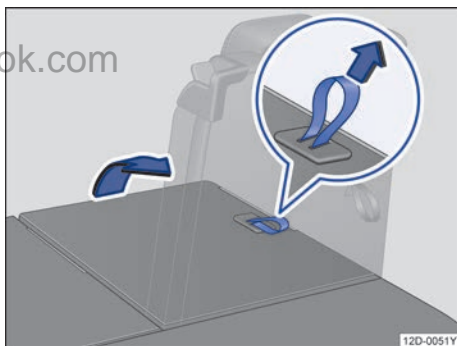

图 71 第三排座椅：翻回后座椅
- 拉起后座椅靠背上→图 71 的锁止拉环，即可翻回后座椅靠背。或：用手从车内翻回后座椅靠背。